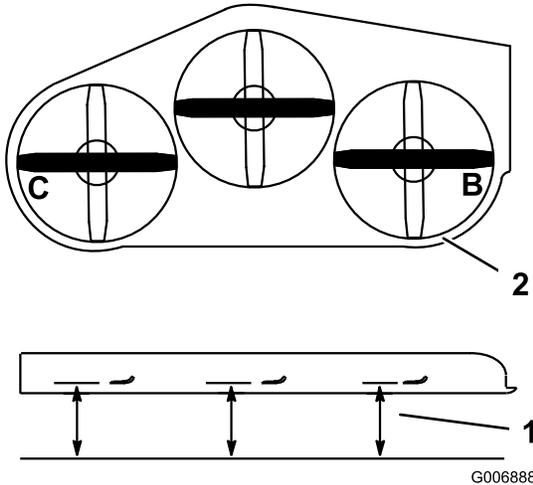

Figura 74
- Prendete le misure in corrispondenza dei punti **B** e **C** da una superficie piana fino al tagliente delle punte della lama (**Figura 74**).